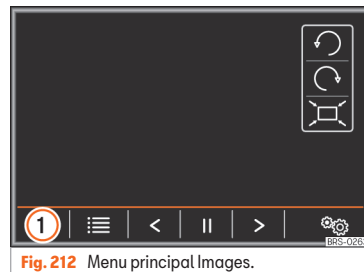

Fig. 212 Menu principal Images.
- Appuyez sur la touche de fonction » **fig. 212** ① pour sélectionner la source d'origine des images.